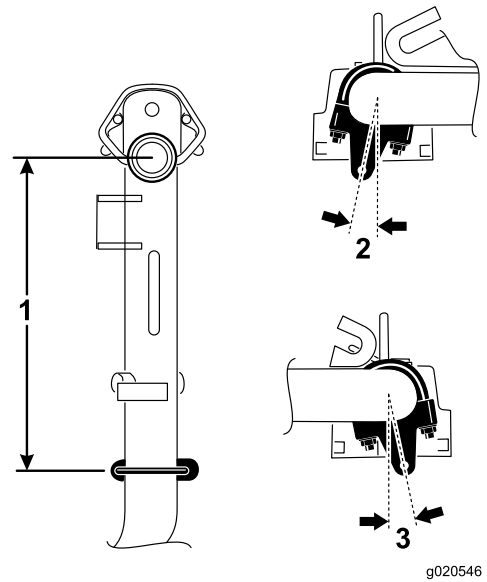

Figure 5
1. Sur les bras de levage n° 1, 4 et 5, positionnez les supports de chaînes et les étriers filetés à 38 cm derrière l'axe du pivot (Figure 5).
2. Sur les bras de levage n° 1 et 5, tournez les supports vers la droite de 10 degrés par rapport à la verticale (Figure 5).
3. Sur le bras de levage n° 4, tournez les supports vers la gauche de 10 degrés par rapport à la verticale (Figure 5).